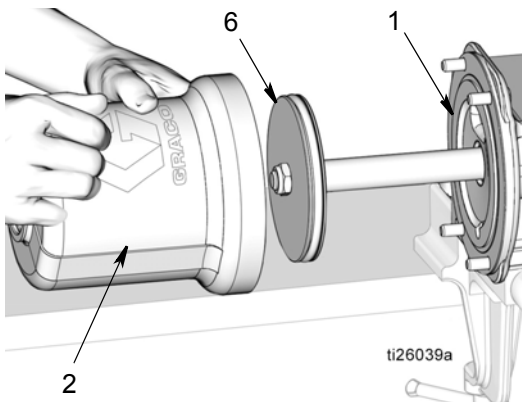

FIG. 52
- a. Limpie el interior del cilindro de aire (2) con un paño limpio y elimine cualquier resto de suciedad o contaminantes.
- b. Aplique una capa fina de grasa en las superficies internas del cilindro de aire (2). Deslice el cilindro de aire (2) por el pistón (6) y empújelo hasta que quede asentado firmemente en la base de la bomba (1). Consulte FIG. 52.